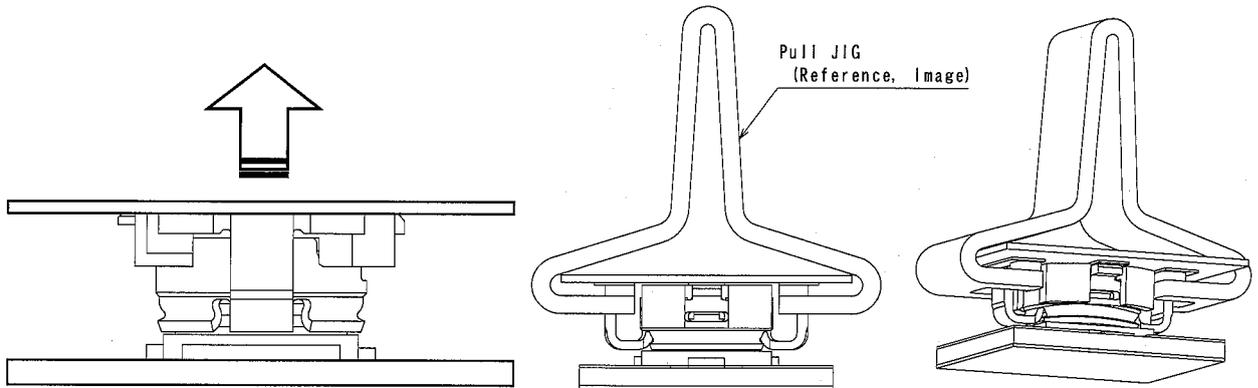

図 6 (Fig.-6)
- ・コネクタを抜去する際、コネクタは JIG 等で基板面に対して垂直に引き上げて下さい。(図 6)